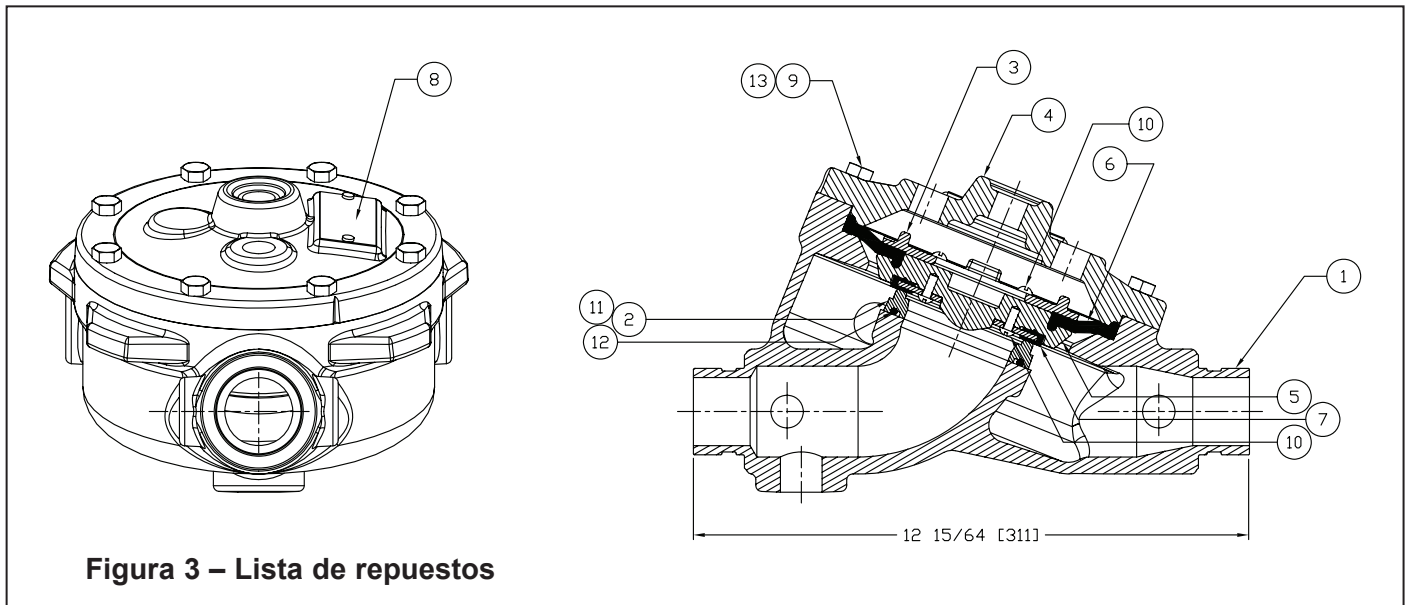

Figura 3 – Lista de repuestos
D. Desmontaje de la válvula (Véase la Figura 3)